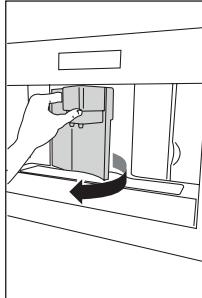

Abb. 23
- Öffnen Sie die Serviceklappe (Abb. 23).